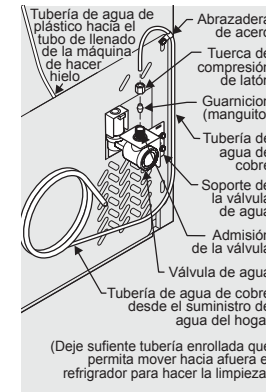
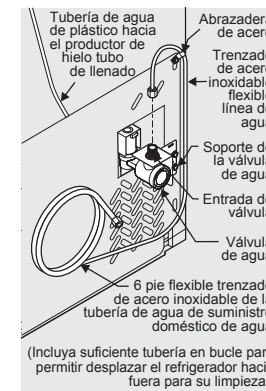

Figura 1
Figura 2
- Si utiliza tubería de cobre: deslice la tuerca de latón flexible trenzada y a continuación el manguito (virola) hasta la toma de agua. Apriete la toma de agua en la entrada de la válvula de agua hasta el máximo (1/4 pulgada, 6 mm). Deslice el manguito (virola) en la válvula y apriete con los dedos la tuerca a la válvula. Apriete otra media vuelta con una llave; NO apriete excesivamente. Ver Figura 1. Si utiliza tubo de acero inoxidable: la tuerca ya va montada en la tubería. Deslice la tuerca en la entrada de la válvula y apriete con el dedo la tuerca a la válvula. Apriete otra media vuelta con una llave; NO apriete excesivamente. Ver Figura 2.